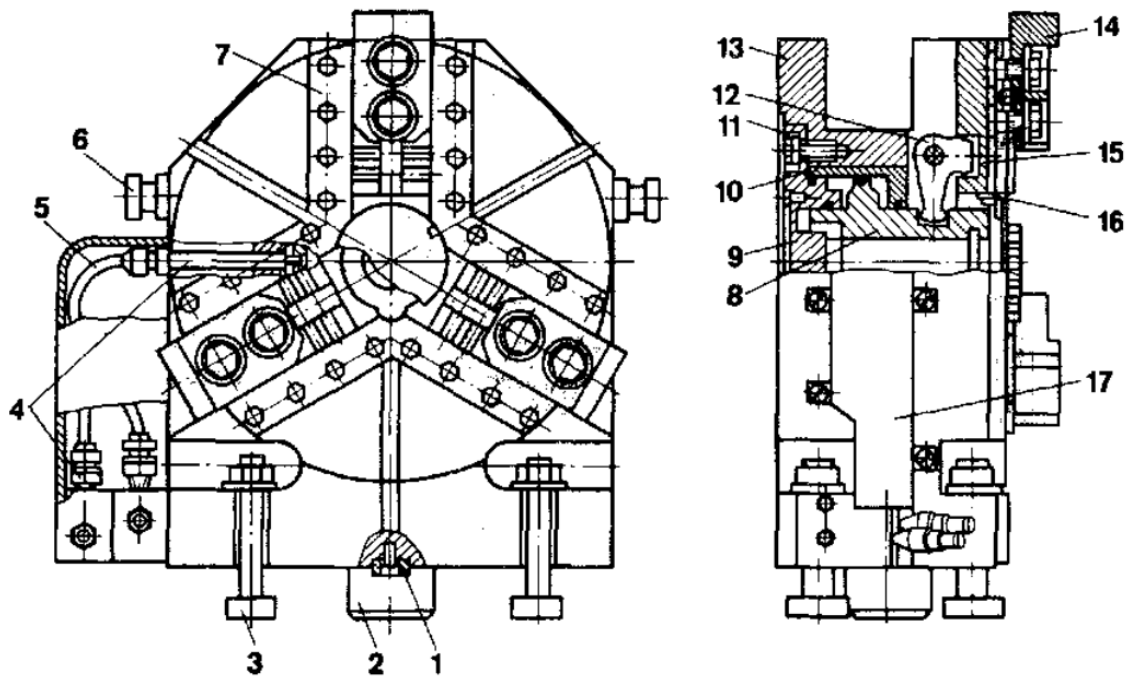

Рис. 37
2. Составьте описание конструкции и принципа действия приспособления по рис. 37.